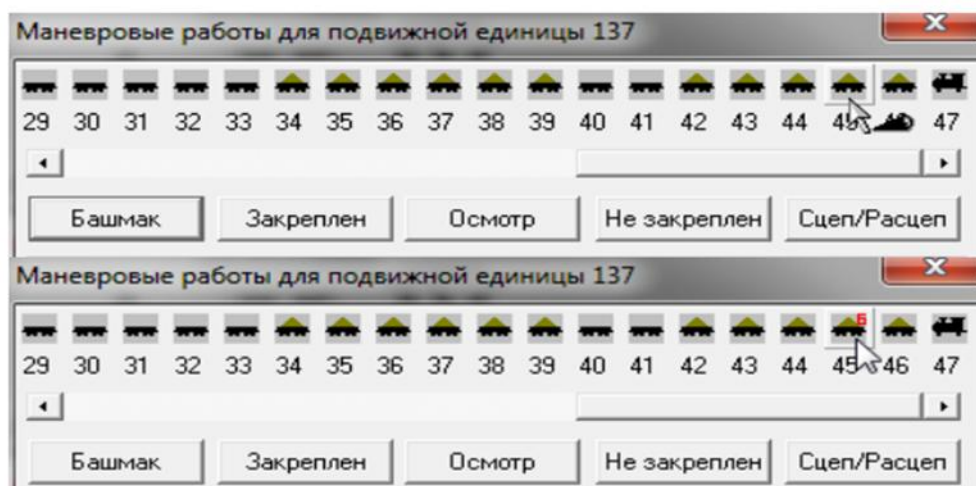

Рис.23. Окно маневровая работа (закрепление вагонов)
В верхней части окна маневровой работы показано схематическое расположение вагонов и локомотива (рис. 23). В нижней части окна
- «Башмак» - установка/изъятие тормозного башмака. Чтобы установить тормозной башмак под вагон, нужно нажать кнопку «Башмак». В результате рядом с курсором мыши появится изображение тормозного башмака. После этого необходимо нажать на изображение вагона, под который необходимо установить башмак. После успешной установки на изображении вагона появится красная буква «Б» (рис.23). Для изъятия тормозного башмака нужно нажать кнопку «Башмак», а затем нажать на изображение вагона, под которым установлен тормозной башмак. Нажатие на изображение вагона допустимо как в верхней части окна маневровой работы, так и в нижней.